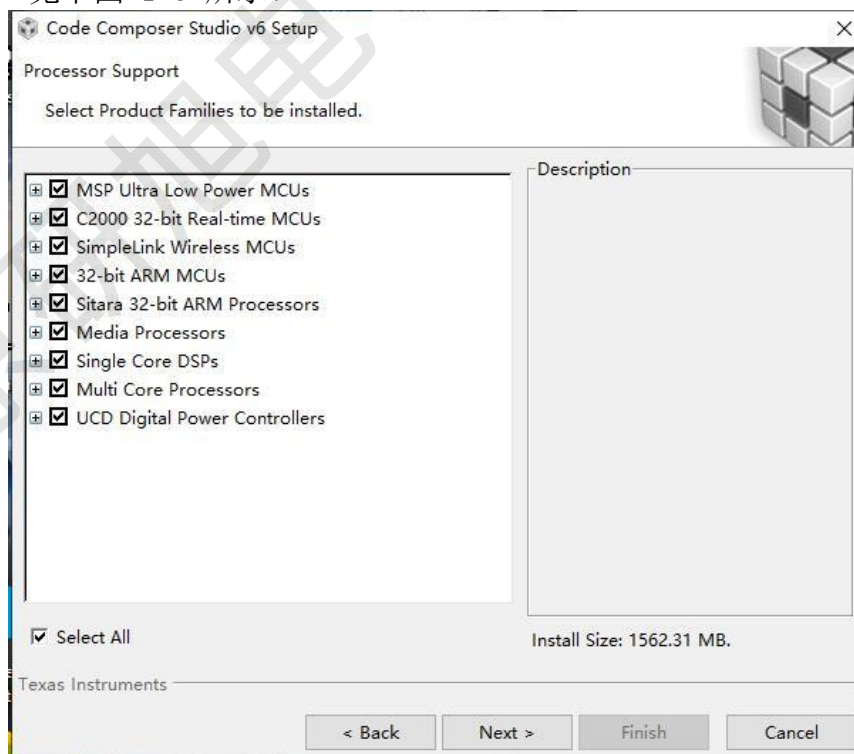

图 1-3
3、用户可根据自己的需求选择所要安装的内容，建议直接选择“Select All”，点击“Next”见下图 1-3 所示：